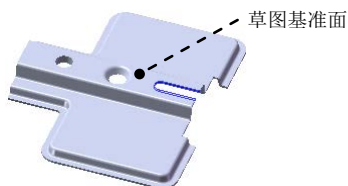

图 16.6.48 切除—拉伸 2
Step7. 创建图 16.6.48 所示的切除—拉伸 2。
(1) 选择命令。选择下拉菜单  插入(I) →  切除(C) →  拉伸(E)... 命令。
(2) 定义特征的横断面草图。
① 定义草图基准面。选取图 16.6.48 所示的表面作为草图基准面。